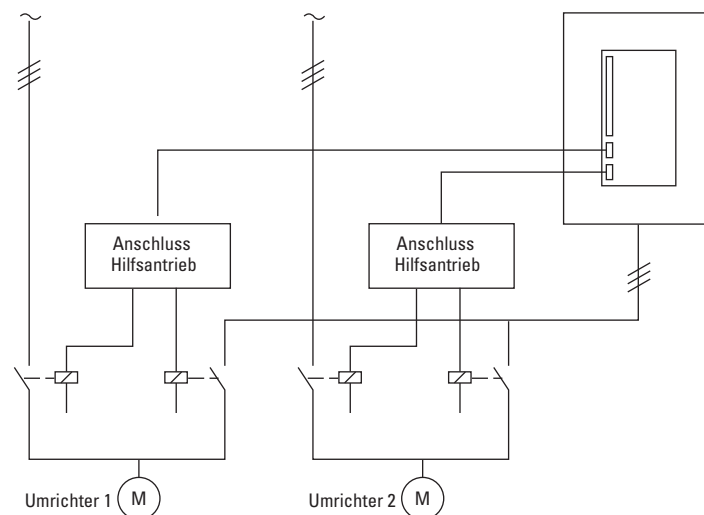

Abbildung 70: Autowechsel mit allen Umrichtern
Der vom Frequenzumrichter geregelte Antrieb ist in der Automatik enthalten, es sind jedoch für jeden Hilfsantrieb zwei Schütze erforderlich, die den jeweiligen Hilfsantrieb mit dem Frequenzumrichter oder der Hauptspannungsversorgung verbinden. Siehe Abbildung 70.
- Siehe Abbildung 70.